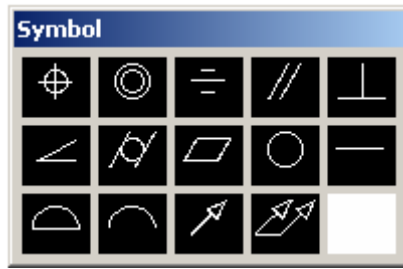

图 8-64 公差符号对话框
(1) Sym (公差符号)。单击下面的第一个或第二个方框,出现如图 8-64 所示的公差符号对话框。用户可从中选取新的公差符号。图中的各个公差符号的含义如表 8-5 所示。